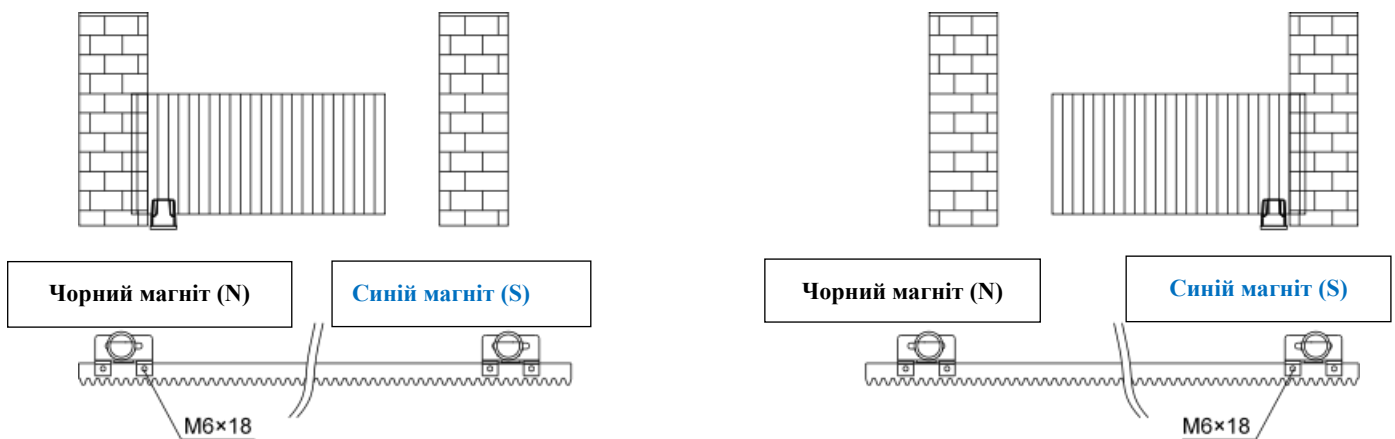

Рис. 12
До комплекту вашого пристрою для відкривання воріт входять два магнітні кінцеві вимикачі з двома різними полярностями: упор чорного кольору (N), упор синього кольору (S). Перед встановленням магнітного кронштейна, будь ласка, закріпіть магніт на магнітному кронштейні, а потім встановіть магнітний кронштейн у відповідному положенні на шині редуктора воріт (див. Рис. 12).